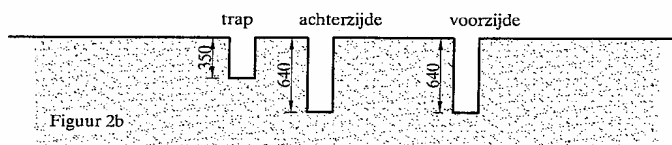

Figuur 1
- afmetingen uit figuur 1 gebruiken (1,5 en 2 meter om het toestel heen).